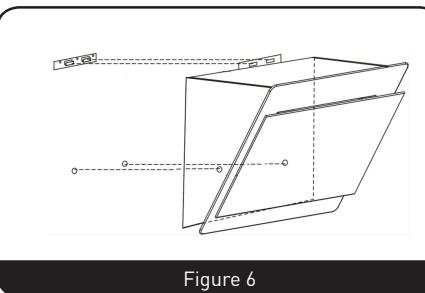

Figure 6
- Fixez le boîtier avec les vis de sécurité. Fixez la hotte avec 2 chevilles murales et 2 vis ST4x30 mm. (Figure 6)